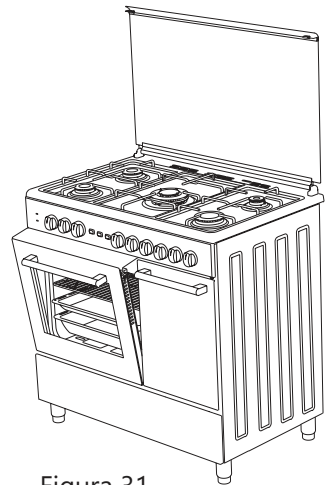

Figura 31
4. Luego asegure el panel de seguridad entre el horno y la puerta cerrando suavemente la puerta. (Figura 31)